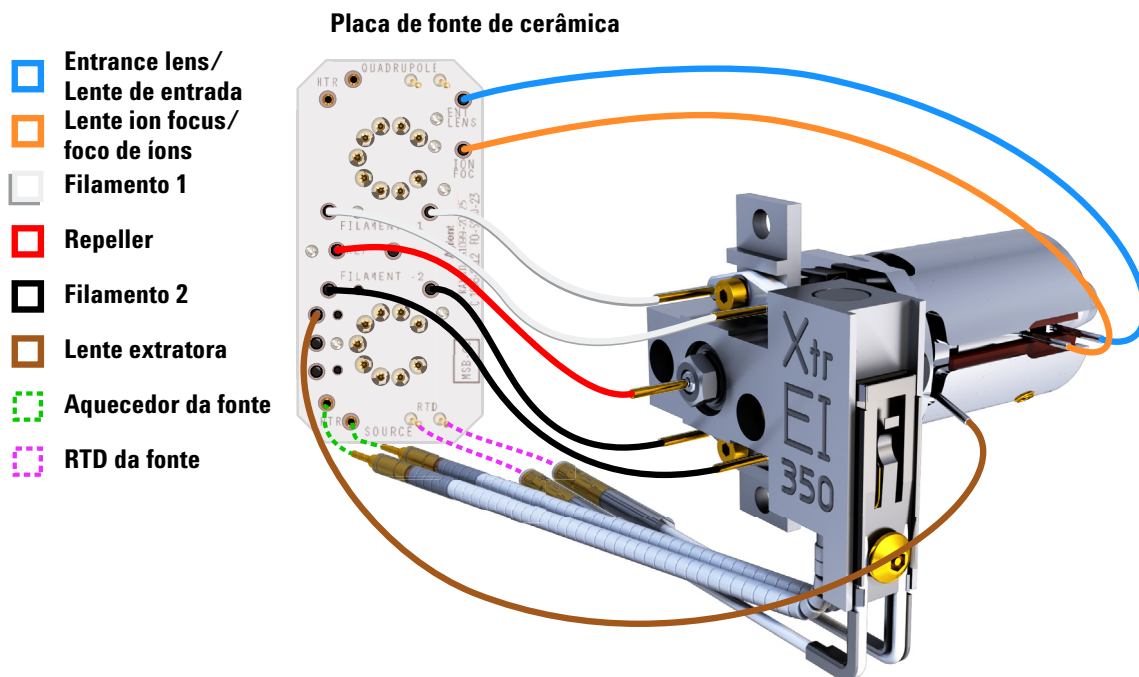

Figura 54 Fiação para a fonte EI XTR
- 1 Use pinças ou alicates com ponta agulha para conectar/desconectar os fios da fiação da placa de cerâmica nos conectores da fonte. (Consulte **Figura 54.**)